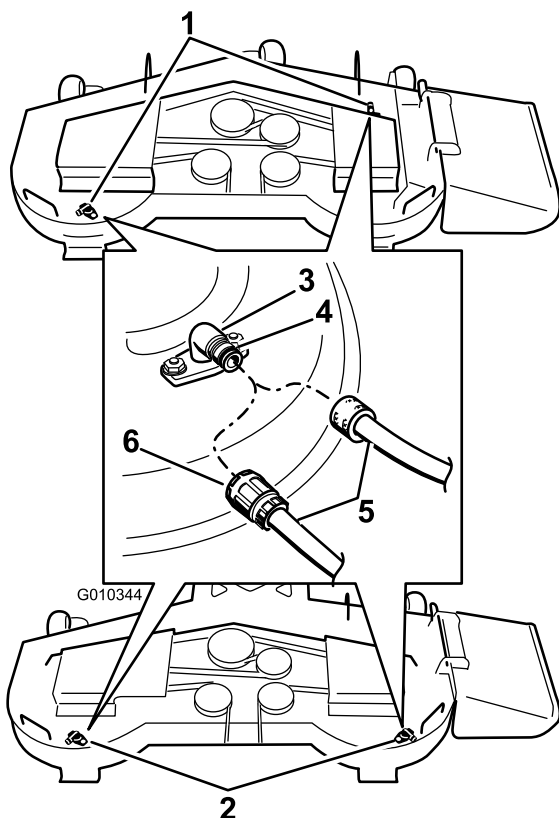

Figure 69
3. Branchez le raccord du tuyau d'arrosage à au raccord de lavage de la tondeuse et ouvrez l'eau en grand (Figure 69).